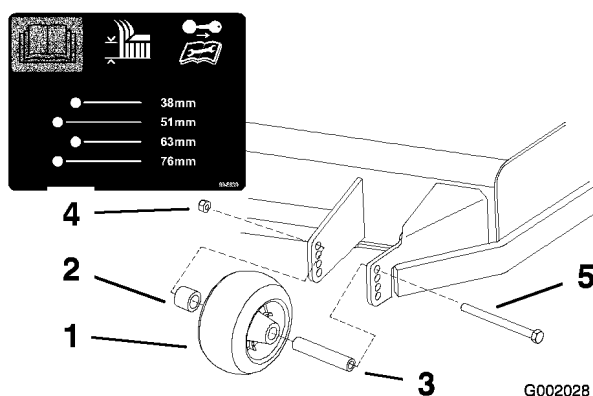
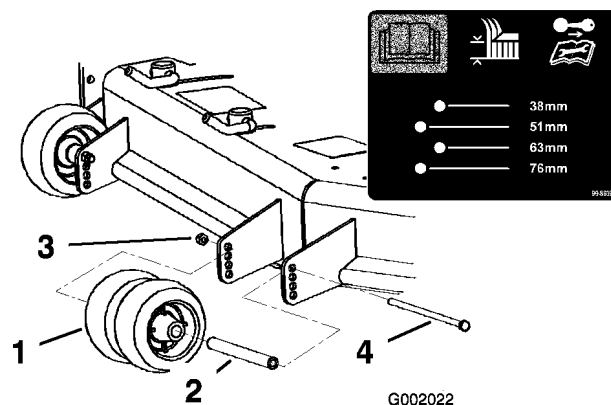
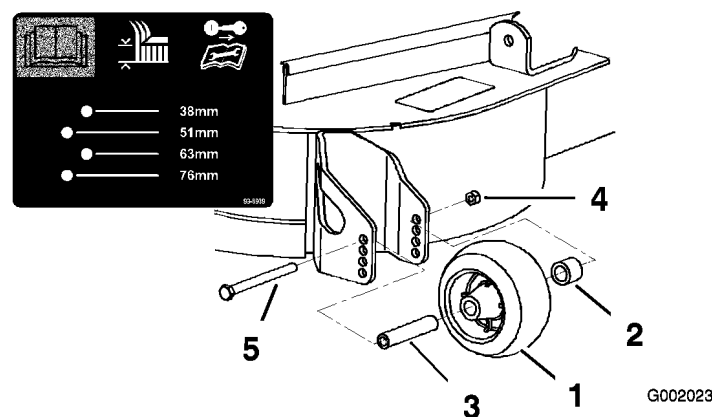

Figura 20
Figura 21
Figura 22
- Una volta regolata l'altezza di taglio, regolate i rulli togliendo il dado flangiato, la boccola, il distanziale e il bullone (Figura 20, Figura 21 e Figura 22).
Nota: I due rulli centrali sono privi di distanziale (Figura 21).
- Montate il dado flangiato, la boccola, il distanziale e il bullone. Serrate a 54-61 Nm (Figura 20, Figura 21 e Figura 22).